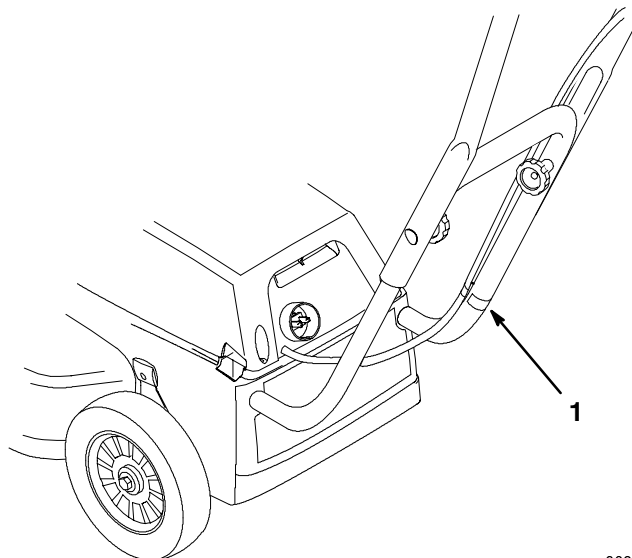

Figure 6
- Si le mancheron est réglé à la hauteur minimum, fixer le câble à l'aide du collier au montant de droite du mancheron inférieur (Fig. 6).